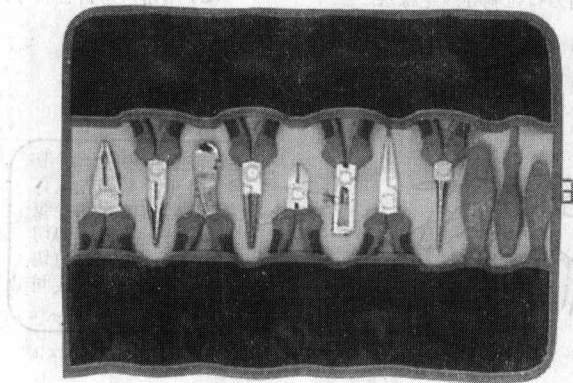

图 1-1-19 工具包
3. 说出图 1-1-19 所示的工具包内钢丝钳的名称和用途。